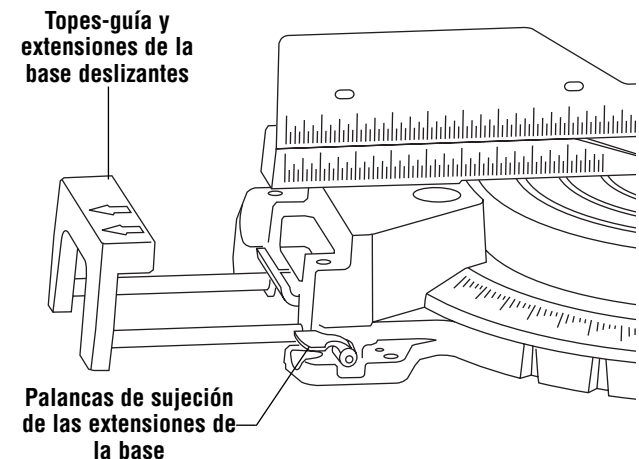

Figura 25. Topes-guía y extensiones de la base deslizantes
1. Afloje las palancas de sujeción de las extensiones de la base (Figura 25).